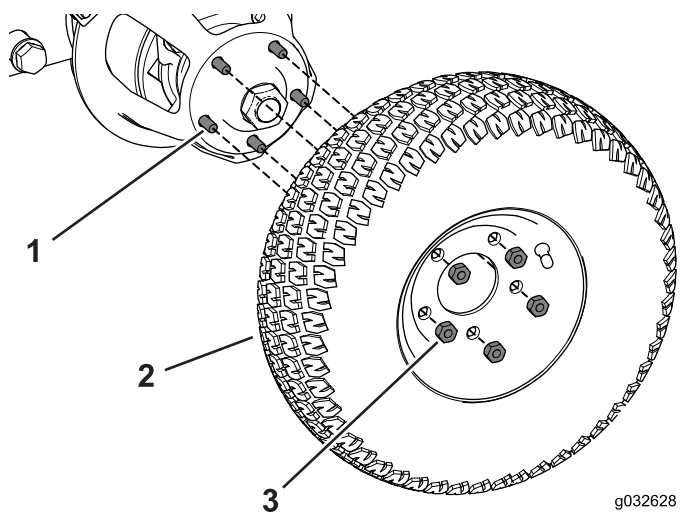

Figura 83
1. Instale la rueda sobre el cubo (Figura 83).
2. Utilice las tuercas para sujetar las ruedas al bastidor (Figura 83).